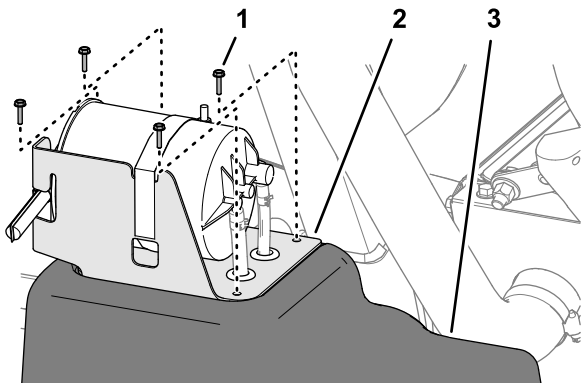

图 83
2. 在油箱处卸下将碳罐支架固定至油箱顶部的 4 个螺丝 (#10 x ¾ 英寸 图 83)。